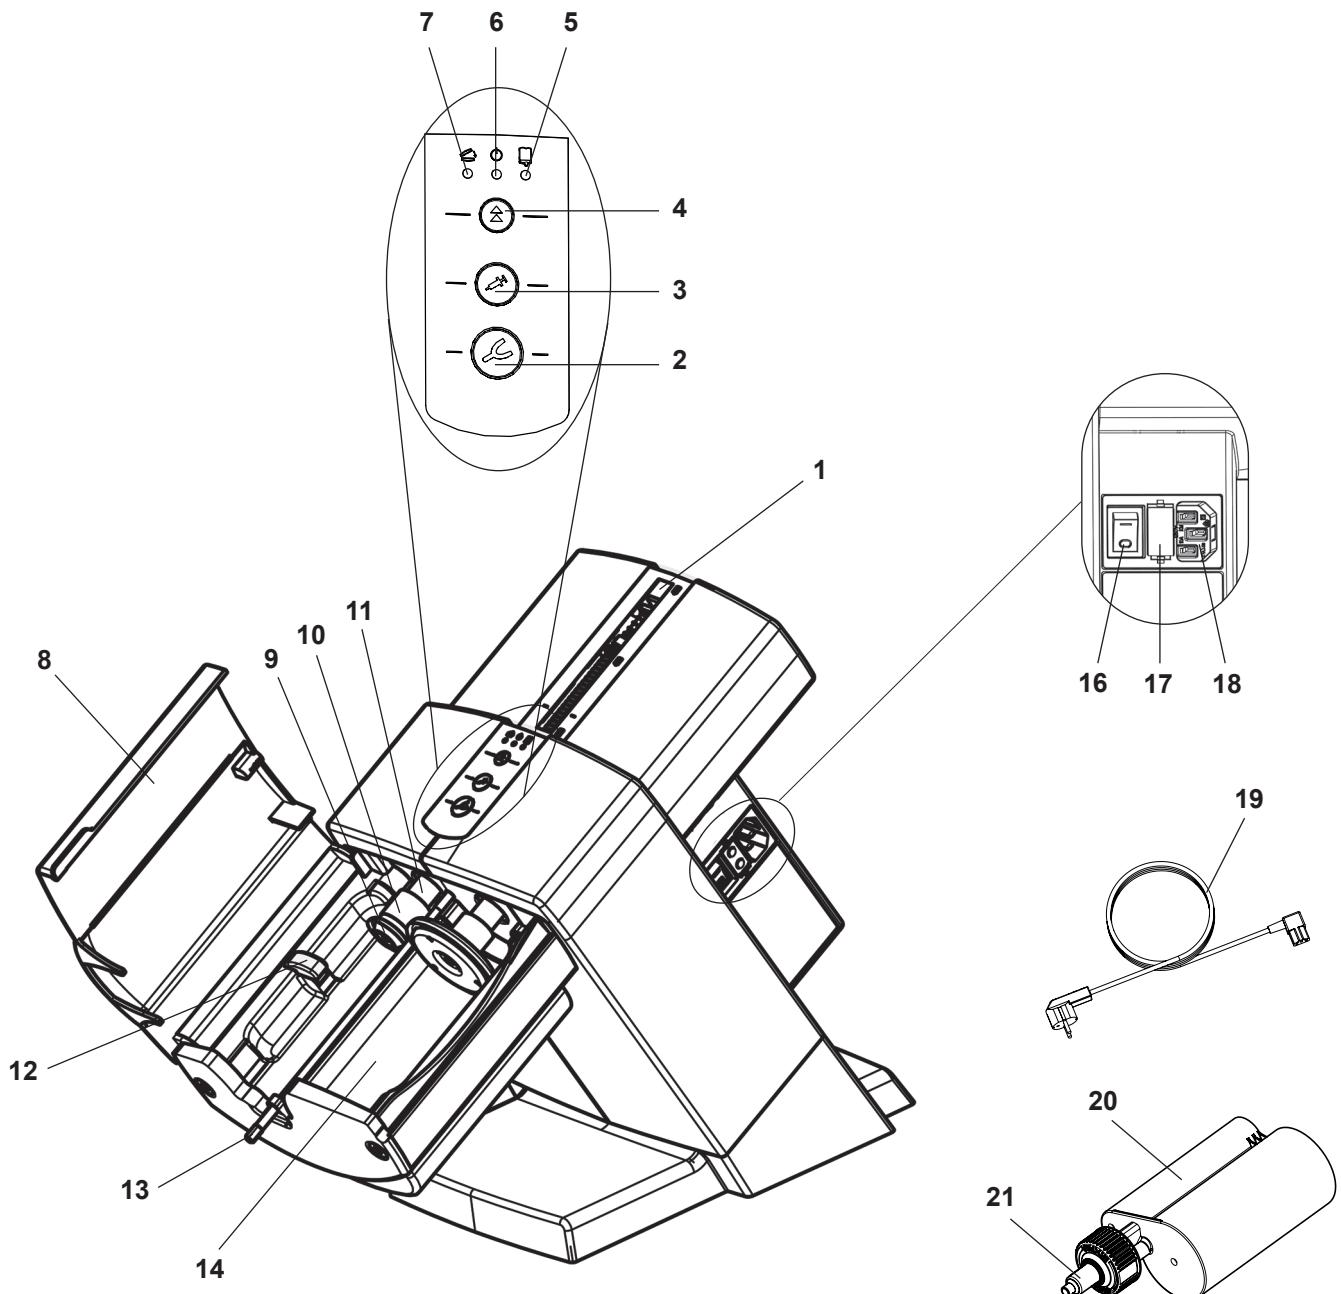

Fig. 1
- ⇒ Introducir el cable de red suministrado (19, Fig. 1) en la toma de corriente (18).
- ⇒ Encender el aparato con el interruptor de encendido (16).
- ⇒ Cerrar la tapa del dispositivo (8, Fig. 1).
- ⇒ Pulsar la tecla de retroceso (4).
- ♦ Los discos de compresión (9, Fig. 1) retroceden hasta su posición inicial y se detienen.
- ⇒ Retirar las piezas de seguridad de transporte (23).
La inserción o el cambio de un cartucho solo podrá realizarse si los dos discos de compresión (9, Fig. 1) están en su posición inicial.
⇒ Cerrar la tapa del dispositivo (8, Fig. 1).
⇒ Abrir la tapa del dispositivo (8, Fig. 1).
⇒ La tapa del aparato solo se cerrará si el cartucho se ha insertado correctamente. Mientras la tapa no se haya cerrado debidamente, el LED rojo de "tapa del aparato abierta" (7, Fig. 1) permanecerá encendido.
- Porta-impresión (2), velocidad de extrusión rápida
- Dispensador (3), velocidad de extrusión lenta
- ◆ El hexágono de mezcla (13, Fig. 1) comienza a girar y penetra automáticamente en la boquilla mezcladora (21, Fig. 1), deteniéndose a continuación.